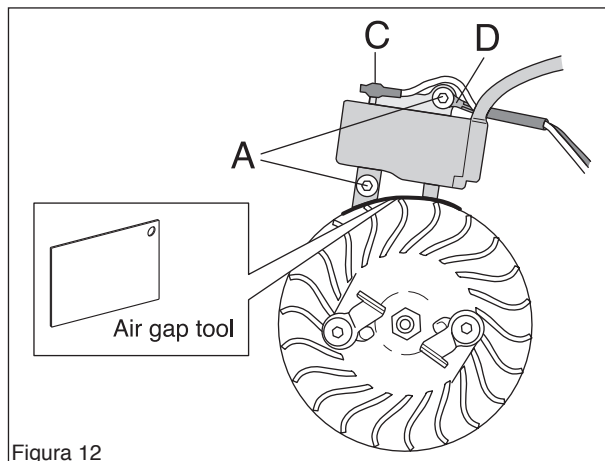

Figura 12
Girar el volante para que los imanes queden frente al módulo de encendido. Montar al mismo tiempo el módulo de encendido y la galga de plástico (502 51 34- 02) sin apretar los tornillos. Colocar el cable de tierra (negro) (A). Ajustar una distancia de 0,3 +/- 0,1 mm entre el módulo de encendido y el imán. La medida corresponde a los dos resaltes inferiores del módulo de encendido. Apretar los tornillos con un par de 4,5 - 6 Nm. Colocar el cable azul en el módulo de encendido. (Ver la figura 12.)